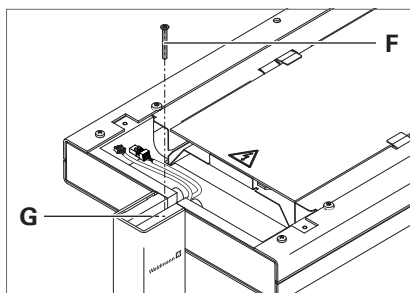

Fig. 3: Fixer la tête du luminaire.
- Vissez la vis **F** dans l'alésage **G** dans le bras support et serrez la vis à fond, voir Fig. 3.